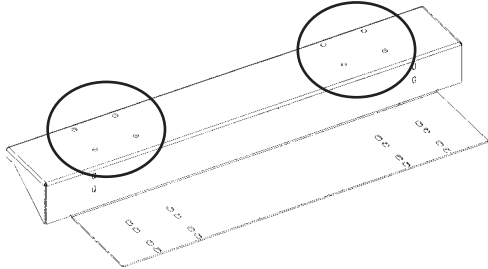

Figura 4
5. Fissare le ruote piroettanti alla staffa (Figura 4) – le due ruote bloccabili al lato quadro di comando e le due ruote non bloccabili al lato cliente – mediante viteria da 5/16 di pollice: viti con testa esagonale, rondelle di sicurezza, dadi e rondelle piatte (usare due rondelle piatte per vite, una sul lato inferiore della staffa e l'altra sul lato superiore); la viteria è fornita. L'installazione completata è illustrata nella Figura 5.